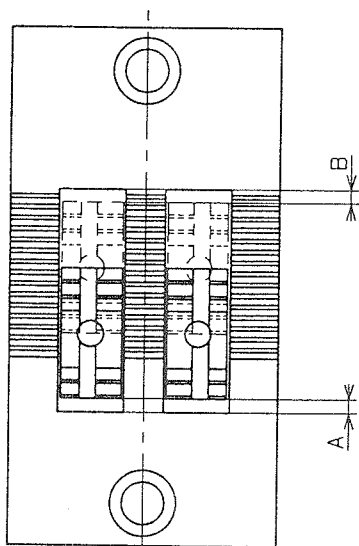

図4
<ol style="list-style-type: none"> 1. 送り調節ダイヤルを最大にします。 2. はすみ車を手で回し、送り歯の最前進及び最後退位置で針板の溝に対し、すきま(図 4 の A, B)が均等になっているか確認します。 3. 均等でない場合、送り台腕糸締めねじ ①を緩めて、均等に運動するように固定します。 	<ul style="list-style-type: none"> ◦ 針板と送り歯が接角虫し、当り音が発生します。